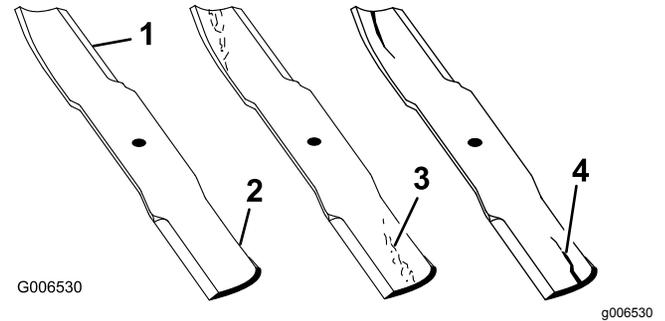

Figura 87
1. Inspeccione as extremidades de corte (Figura 87).
4. Se verificar quaisquer fissuras, desgaste, ou a formação de ranhuras nesta área instale imediatamente uma lâmina nova (Figura 87).